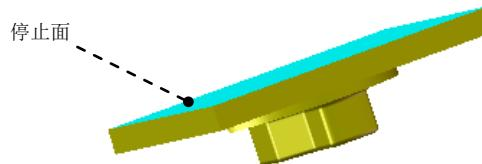
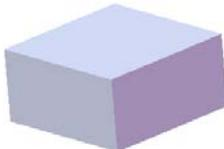
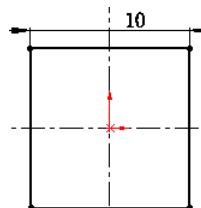

图 16.2.24 成形工具 1
图 16.2.26 凸台一拉伸 1
图 16.2.27 横断面草图
Step15. 创建图 16.2.24 所示的零件特征——成形工具 1。
(1) 选择命令。选择下拉菜单 **插入(I)** → **钣金(B)** → **成形工具(F)** 命令。
(2) 定义成形工具属性。定义停止面。激活“成形工具”对话框的 **停上面** 区域，选取图 16.2.27 所示的模型表面为成形工具的停止面。
(3) 单击 按钮，完成成形工具 1 的创建。
Step2. 创建图 16.2.26 所示的零件基础特征——凸台一拉伸 1。
(1) 选择命令。选择下拉菜单 **插入(I)** → **凸台/基体(B)** → **拉伸(E)...** 命令(或单击“特征(F)”工具栏中的  按钮)。
(2) 定义特征的横断面草图。
① 定义草图基准面。选取前视基准面作为草图基准面。
② 定义横断面草图。在草图环境中绘制图 16.2.27 所示的横断面草图。
③ 选择下拉菜单 **插入(I)** → **退出草图** 命令，退出草图环境，此时系统弹出“凸台一拉伸”对话框。